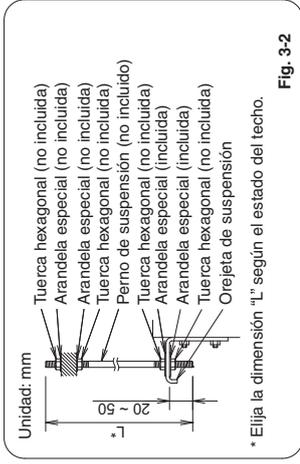

Fig. 3-2
- (3) Suspendeda y fije la unidad interior utilizando las 2 tuercas hexagonales (adquiridas en el sitio) y las arandelas especiales (suministradas con la unidad) tal y como se muestra en la Fig. 3-2.